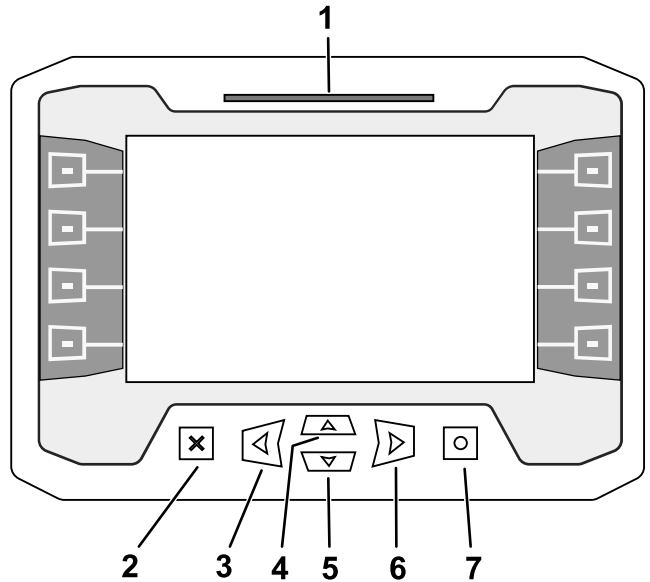

Bild 2
Drücken Sie die Schaltfläche OK (O) auf dem Display (Bild 2), um die Drehgeschwindigkeit einzustellen.